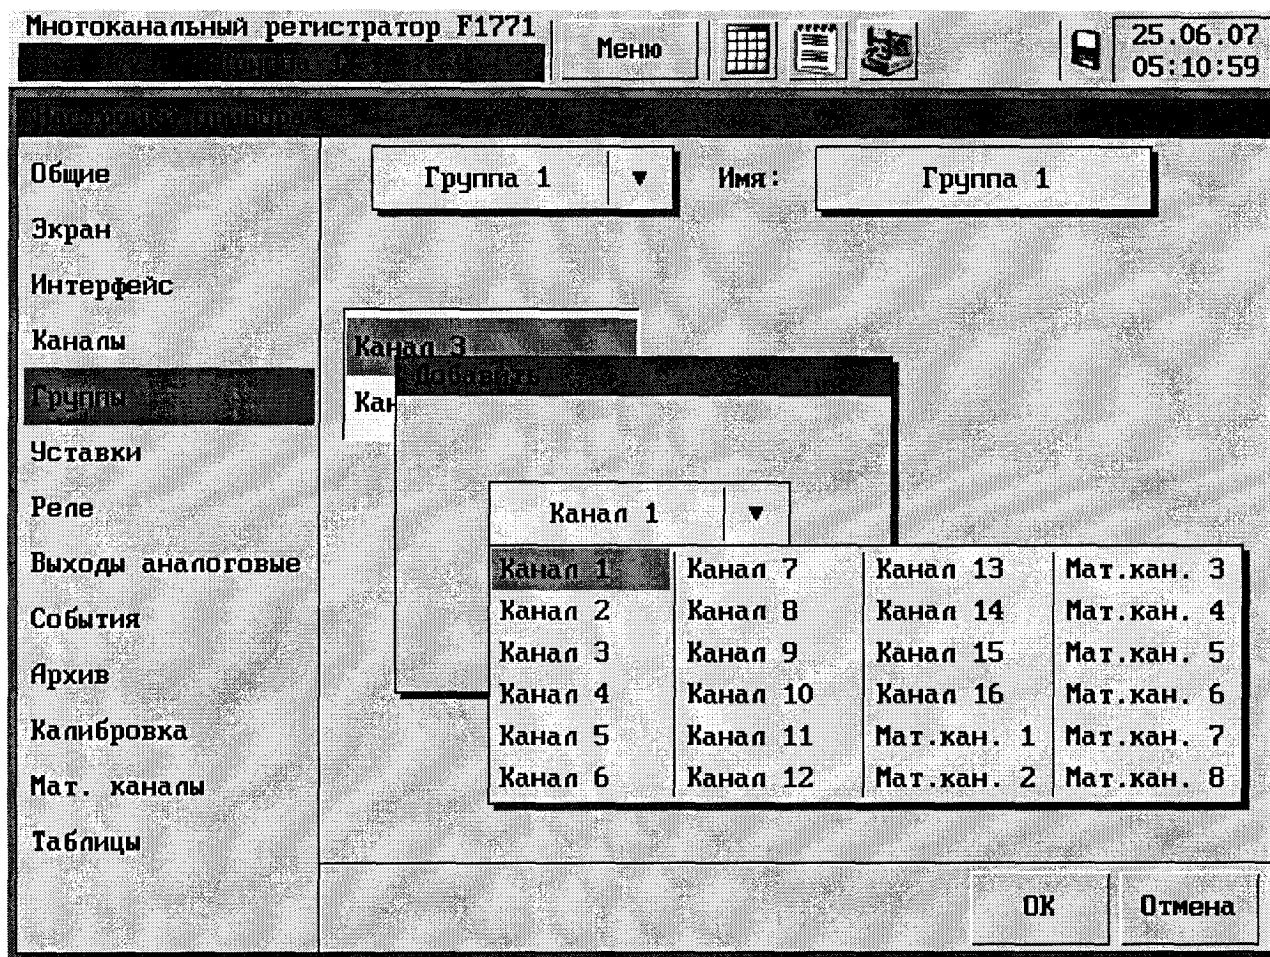

Рисунок 27
5.7.2 Для добавления канала в группу: из всплывающего меню выберите номер группы, далее нажмите кнопку «Добавить», откроется окно с всплывающим списком, рисунок 27.